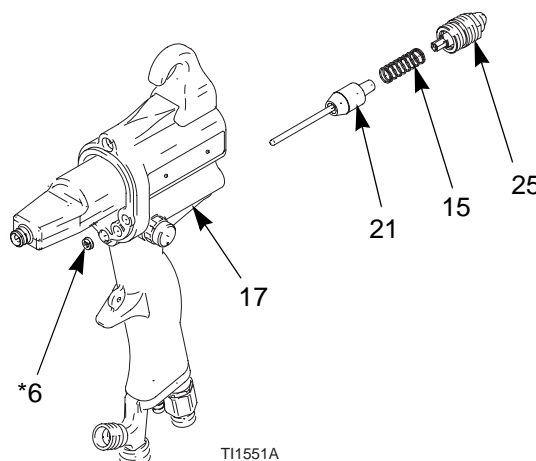

Fig. 18. Valvola dell'aria
3. Rimuovere la valvola di regolazione del fluido (25) dall'impugnatura (17). Rimuovere la molla (15). Vedere FIG. 18.